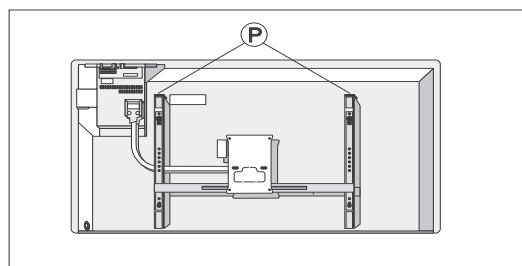

Рис.6
- Б: Уборка пространства за прибором: Прибор снабжен отдельным кронштейном для установки его на стене. Конструкция кронштейна позволяет отклонять прибор вперед при уборке, или снимать его при необходимости. Для этого следует нажать на фиксаторы, расположенные сзади прибора (смотри рис. 6 Р). После уборки не забудьте вернуть его в прежнее положение.